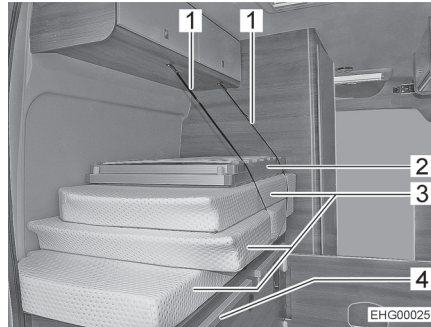
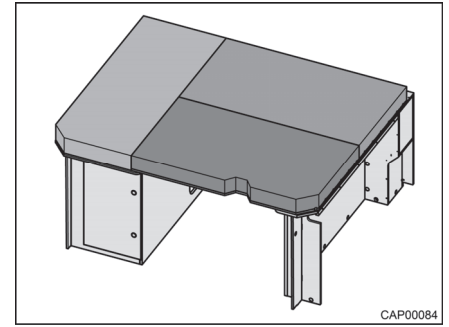

Bild 30 Heckbett (Transportstellung)
Bild 31 Heckbett (zum Schlafen umgebaut)
- Sicherungsgurte (Bild 30,1) lösen.
- Bettrost (Bild 30,2) aufklappen und über dem Mittelgang auf Leisten (Bild 30,4) ablegen.
- Die Polster (Bild 30,3) wie in Bild 31 dargestellt auf der Liegefläche verteilen.
- Die Polster und den Bettrost wie in Bild 30 dargestellt auf dem linken Unterschrank stapeln.
- Die Polster und den Bettrost mit Sicherungsgurten (Bild 30,1) sichern.